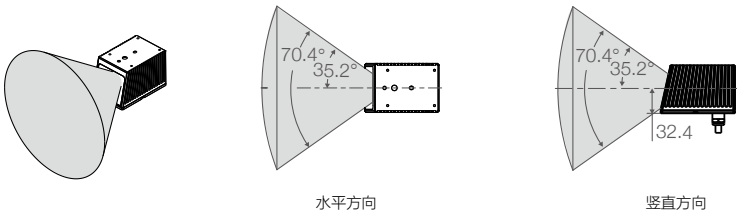

图 3.1.1 Livox Mid-70 有效 FOV 范围
- 3. 激光探测测距仪安装时不可遮挡其 FOV（如图 3.1.1 所示），即使是于窗口前安装透明玻璃也会对激光探测测距仪性能产生影响。